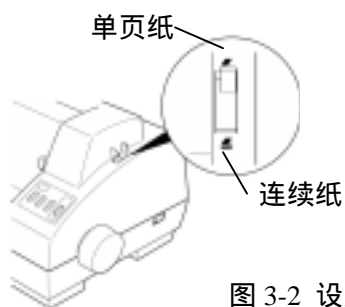

图 3-2 设定过纸控制杆
- 2、把打印机的过纸控制杆设定在单页纸位置。如图 3-2 所示。